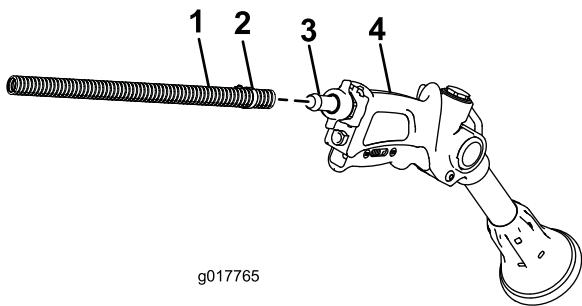

Bild 18
- Schließen Sie das freie Ende des langen Schlauches am Anschlussstück an der Spritzpistole an (Bild 18).